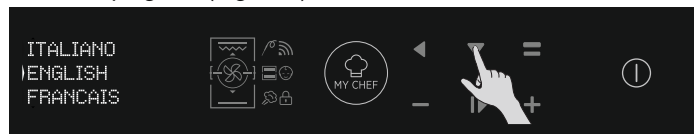

Figura 4
- Entre en la sección de configuración y seleccione el idioma en el menú desplegable (Figura 4).